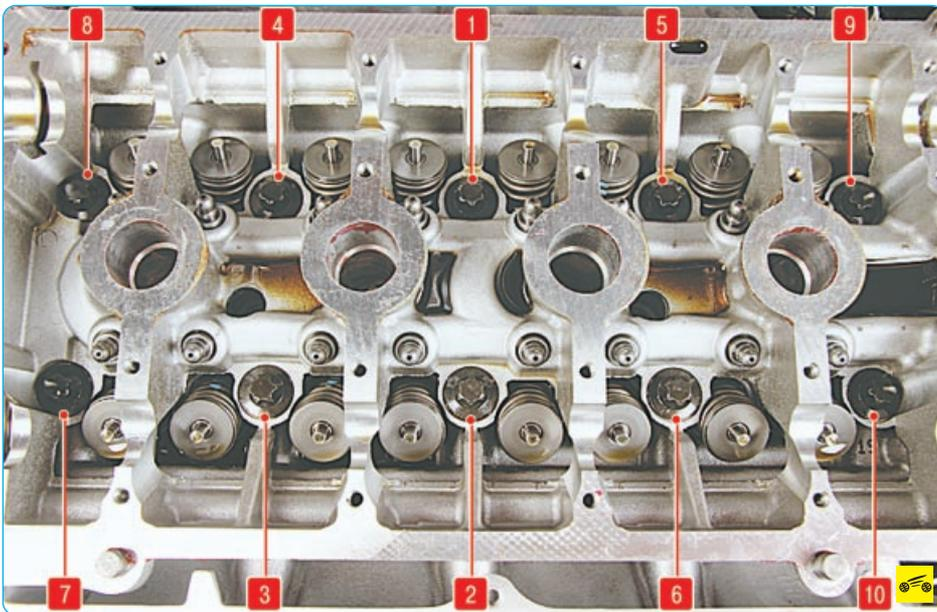

Рис. 5.9. Порядок затяжки болтов крепления головки блока цилиндров
- затягивайте болты на холодном двигателе в указанном порядке (рис. 5.9) в два этапа: